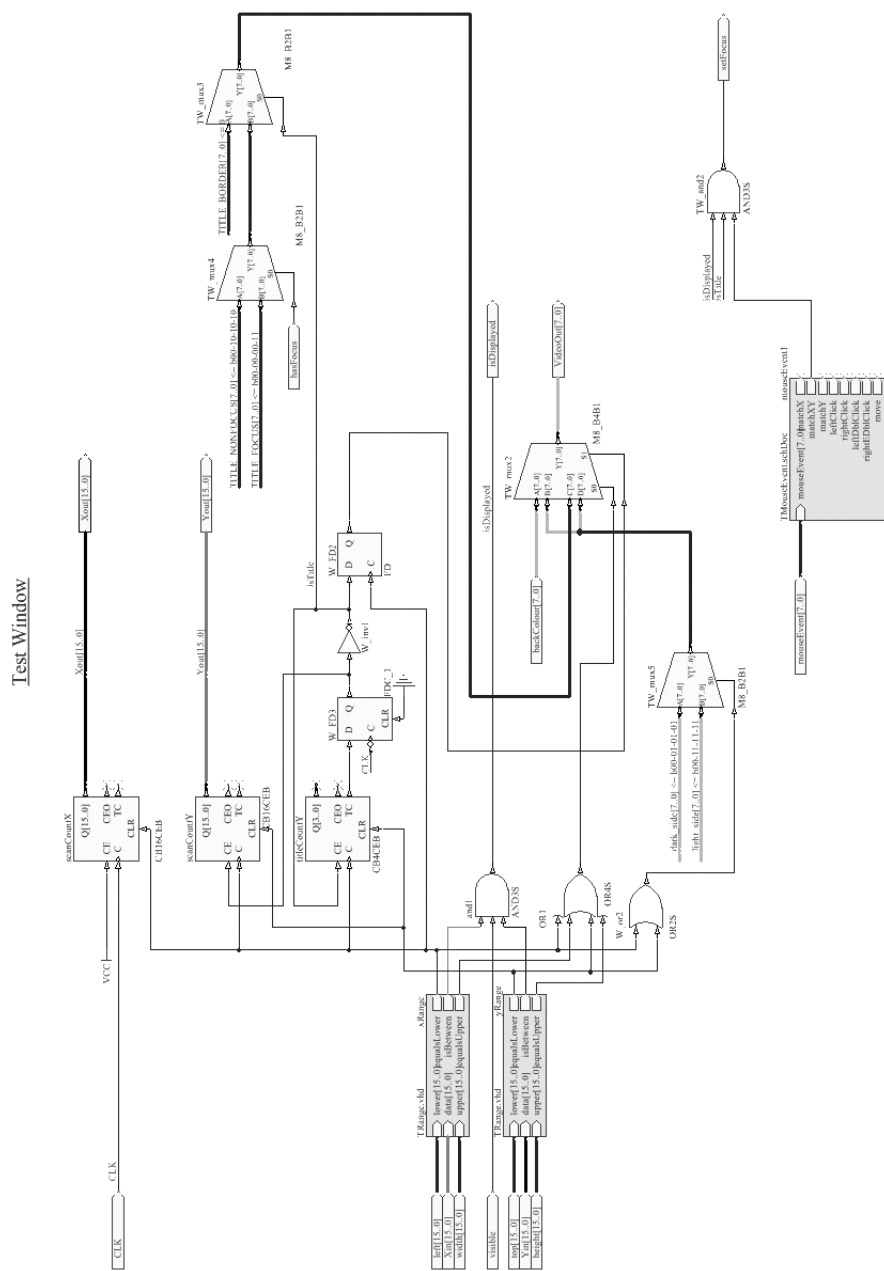

图 14-16 绘制完成的子原理图
4) 设置方块图属性，在电路原理图中放置其他元器件，并在电路端口放置导线，完成原理图绘制，结果如图 14-16 所示。